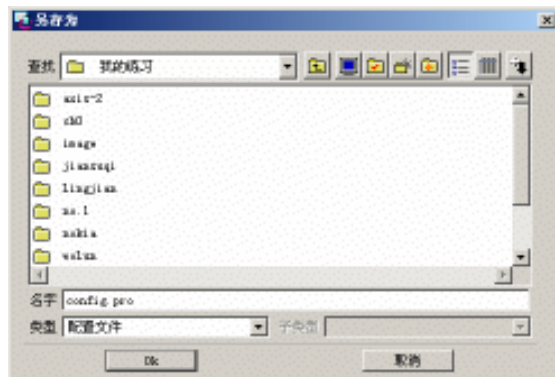

图1-12 【另存为】对话框
5. 单击【选项】对话框中的  按钮存盘，弹出【另存为】对话框，如图 1-12 所示。